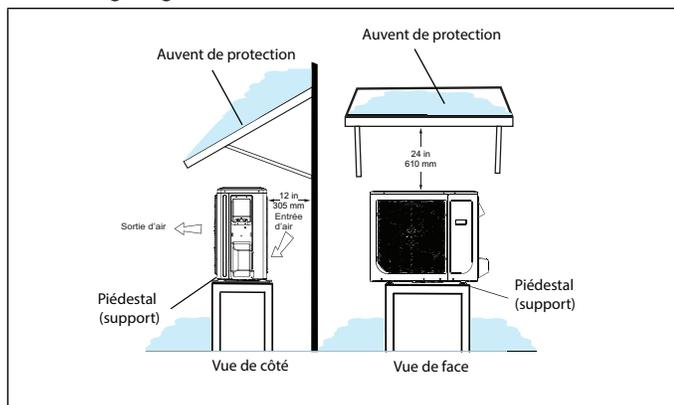
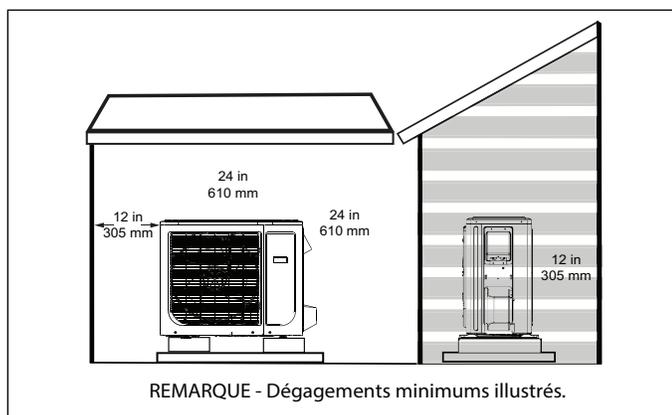

Figure 11. Unité extérieure sur piédestal et sous auvent de protection
Figure 16. Abri de style niche à chien
- Si l'unité extérieure peut être exposée de manière prolongée aux rayons directs du soleil et atteindre des températures dépassant 100 °F (38 °C), il est recommandé de construire un auvent comme illustré à la «Figure 11. Unité extérieure sur piédestal et sous auvent de protection» ou à la «Figure 16. Abri de style niche à chien» à la page 14
- Installer l'unité à l'écart des porte-à-faux des toits pour empêcher l'eau ou la glace de tomber sur ou devant l'échangeur ou l'unité. Construire un auvent comme illustré à la «Figure 11. Unité extérieure sur piédestal et sous auvent de protection»
- L'unité extérieure peut être installée dans un abri de style niche à chien comme illustré à la «Figure 16. Abri de style niche à chien».